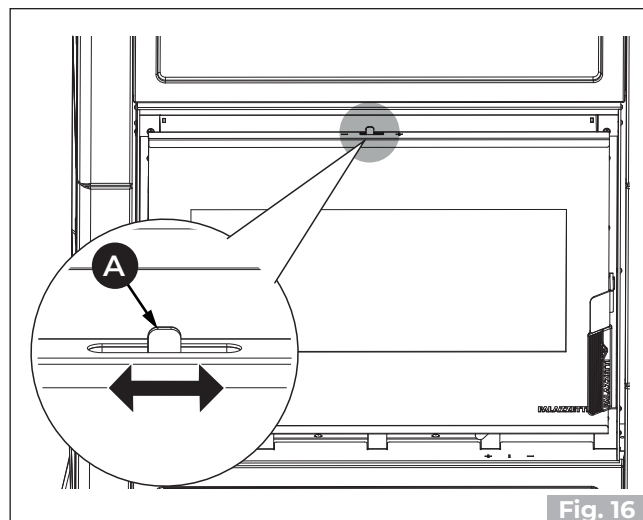

Fig. 16
Durante il funzionamento del caminetto è possibile favorire la pulizia del vetro ceramico attraverso la leva di regolazione (A) (Fig. 16) senza dover aprire la porta.